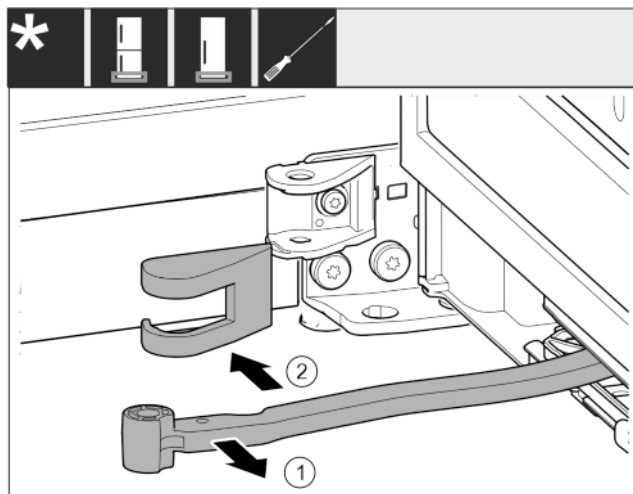

Fig. 13
- ▶ Okrenite zglob u smjeru vrata. Fig. 13 (1)
- ▶ Skinite pokrov podloška ležaja. Fig. 13 (2)